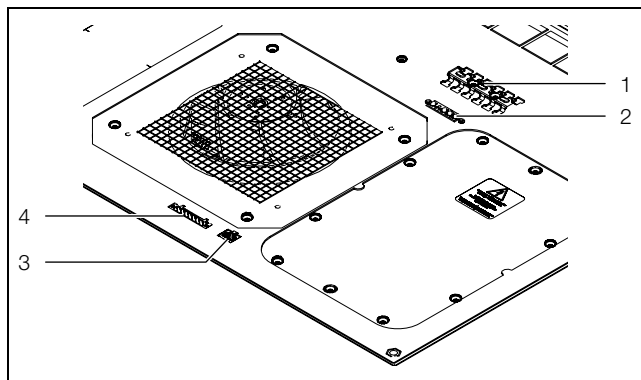

Fig. 7 : raccords sur la face inférieure du climatiseur pour montage sur le toit
- le blindage du câble peut être raccordé au rail en T (fig. 7, pos. 1).